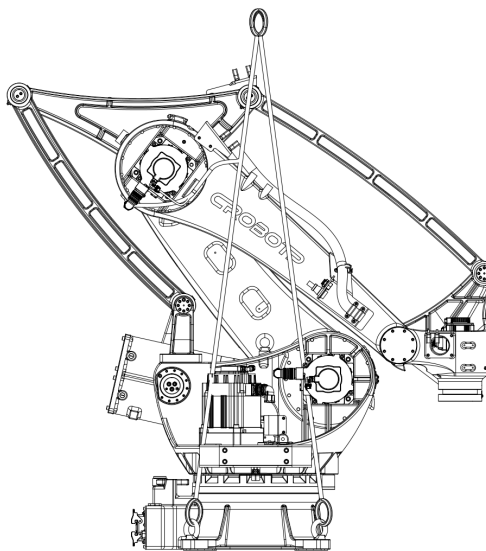
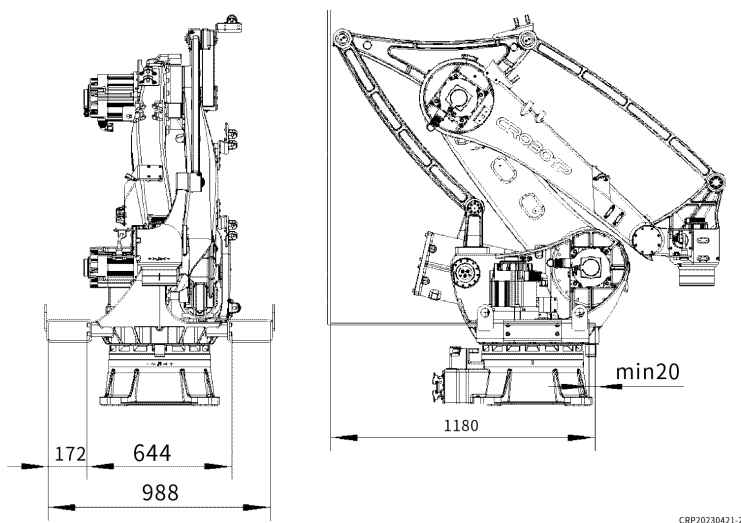

图 3.1.1 机器人搬运姿态
图 3.3.1 机器人搬运姿态
- (1) 必须把机器人调整到搬运姿态（参考图3.1.1）。
- (2) 锁紧机器人腰部的吊环；
- (3) 用满足机器人搬运要求的吊带或者钢丝绳，穿过吊环；
- (4) 在吊带与机器人本体有接触的地方，垫上缓冲材料；
- (5) 搬运时，必须缓慢平稳，防止机器人在搬运过程中晃动。
- (2) 将机器人用8颗M8×25螺钉固定好叉槽。
- (3) 调整好叉车间距，防止托住螺钉。贯穿叉入，确保移动中不会晃动掉落，以及避免叉车翘尾。（参考图3.3.1）